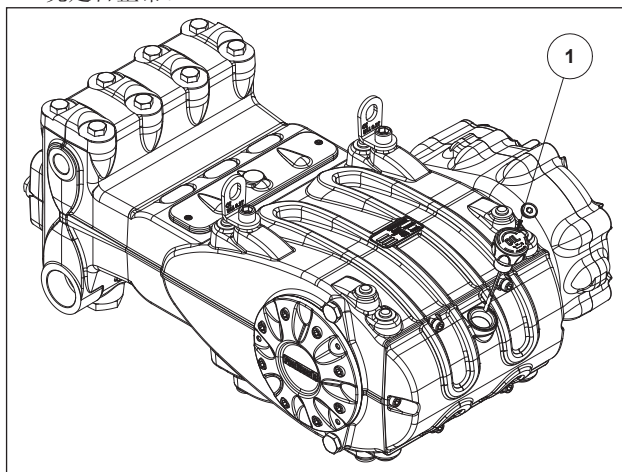

图8
5. 通过专用液面杆 (图8，位置①) 检查泵浦护门内的油面状况是否正常。